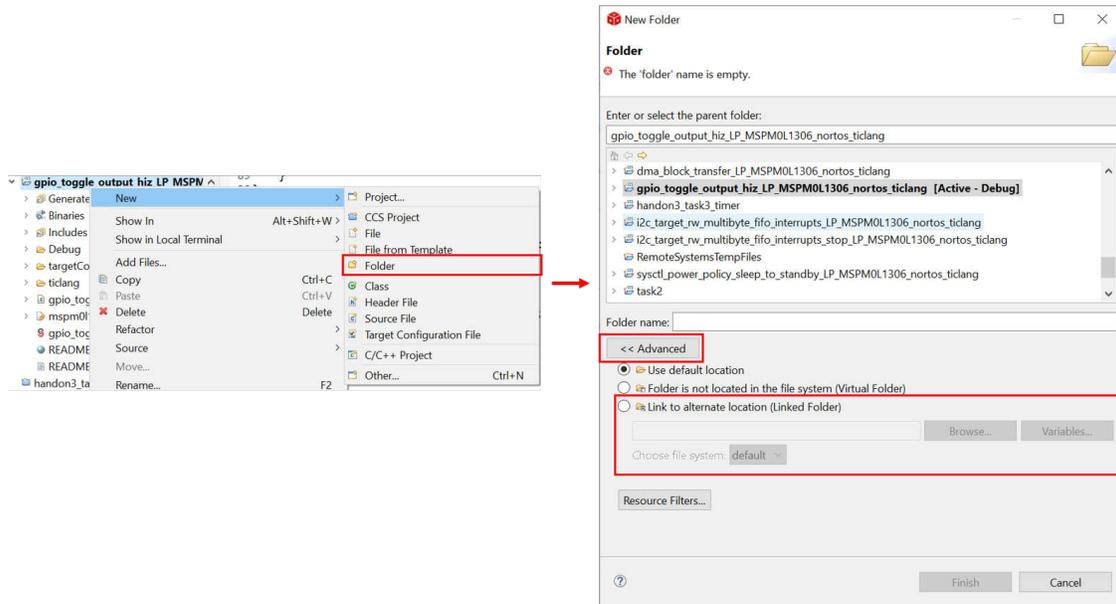

図 2-32. 関連ファイルの追加
- サードパーティのライブラリを追加する場合、以下の手順に従ってください。まず、関連ファイルをプロジェクトに追加します (図 2-32 を参照)。